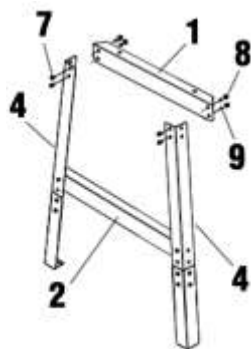

fig. 4
12. Alignez les trous de montage situés sur chaque extrémité d'un renfort long inférieur (n° 1) avec les trous de montage sur les bords intérieurs supérieurs des 2 pattes, en les positionnant au-dessus de l'un des renforts longs inférieurs (fig. 4).
13. Insérez 4 boulons de carrosserie dans les trous de montage alignés sur un renfort long supérieur et 2 pattes, fixez les rondelles à ressort et les écrous sur les boulons de carrosserie, puis serrez-les partiellement (fig. 4).